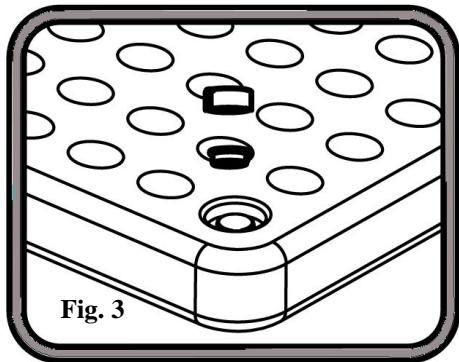

Fig. 3
3. Schroef het lid los en trek de rubberen plug uit. Zie **Afb. 3**